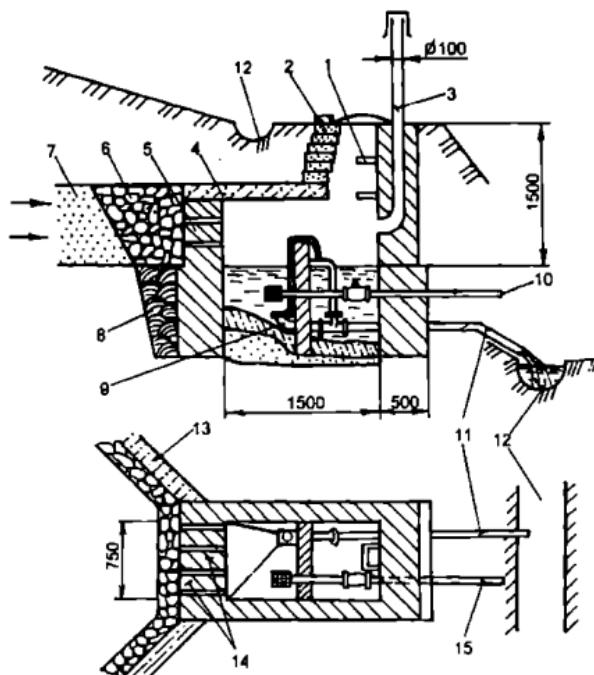

Рис. 15. Ключевой колодец из исходящего родника:
2. *Нисходящий ключевой колодец* представлен на рис. 15. Резервуар может быть изготовлен из любых подручных материалов, но обязательно с деревянным, бетонным, кирпичным или каменным дном. Вода ключа по водоносному слою поступает в резервуар через боковую стенку. Она может нести с собой частицы ила, грунта и других нежелательных предметов.